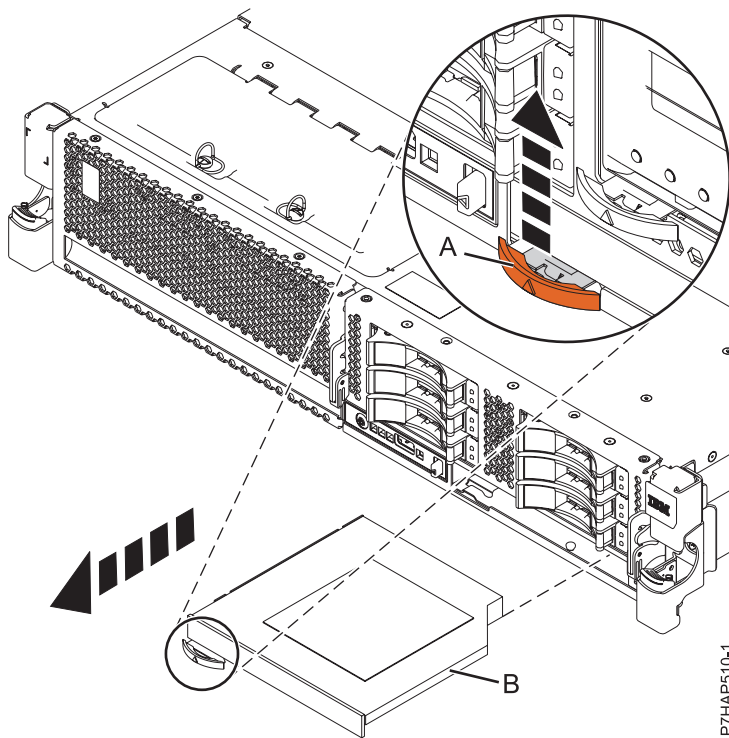

Abbildung 4. Flache Datenträgereinheit aus Plattenlaufwerk-Rückwandplatine ausbauen
- b. Richten Sie die kleinen Laschen in den Steckplätzen der Datenträgereinheit **(B)** aus und setzen Sie Einheit und Federbügel gleichzeitig ein. Drücken Sie dann die Lasche **(A)** hinein, bis sie einrastet. Siehe Abbildung 4 oder 5, je nach Konfiguration Ihres Systems.